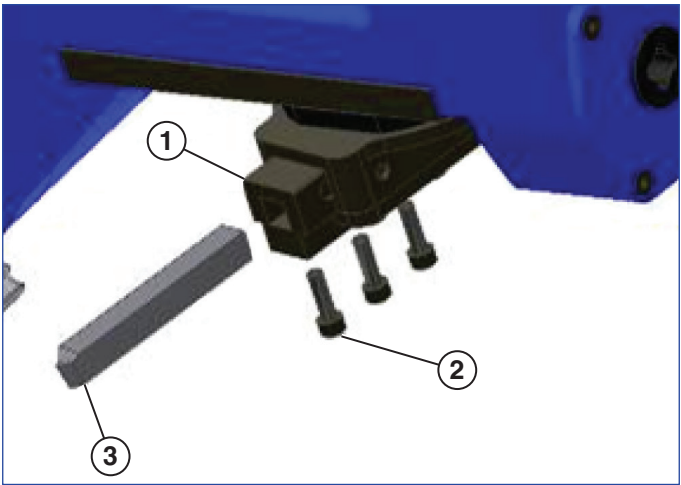

图 7
5. 将刀头安装到刀架中（见图 7）。确保刀刃背对刀头螺钉。定位刀头，使其伸出刀架底部约 12.7 mm - 19.05 mm (0.5" - 0.75")；拧紧 3 个刀头固定螺钉。